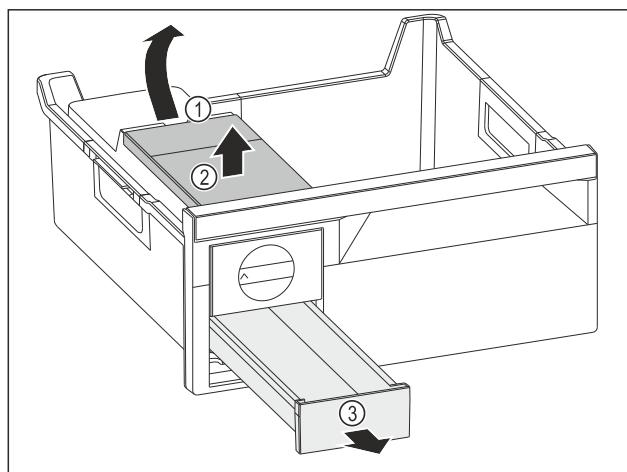

Fig. 73
- Извлеките бак для воды: Поднимите бак для воды за выемку Fig. 73 (1).
- Извлеките бак для воды Fig. 73 (2) движением вверх.
- Извлеките выдвижной ящик для кубиков льда Fig. 73 (3) движением вперед.